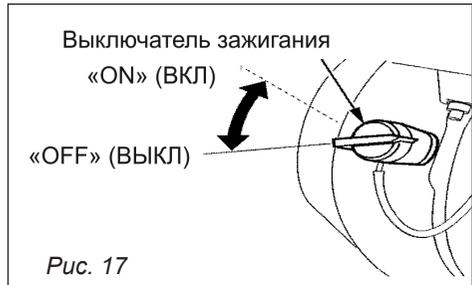

Рис. 17
2. Откройте топливный кран (рис. 17).
- Переведите выключатель в положение «OFF» (рис. 17).